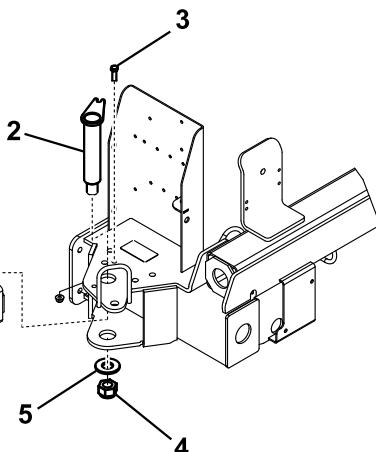

図 3
1. ヒッチ・トングの後端部をスイーパの取り付けプレートの間にに入れ、取り付け穴を整列させる (図図 3)。
2. 取り付けプレートとヒッチ・トングにヒッチ・ピンを通す (図 3)。
3. 3/8 x 1-1/4" キャップスクリュと 3/8 in ロックナットで、ヒッチ・ピンの上部を取り付けプレートに固定する (図 3)。
4. 大きいワッシャ、大きいナット、角頭の固定ネジを使って、ヒッチ・ピンの下部を固定する (図 3)。